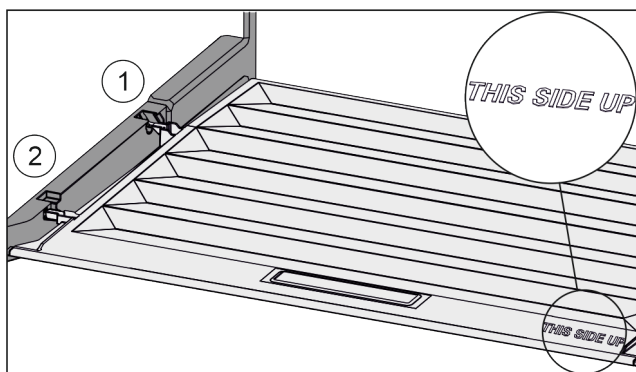

Fig. 123
- ▶ 从后部固定支架 Fig. 123 (1)开口导入桥形接口并卡入固定支架 Fig. 123 (2)的前端。